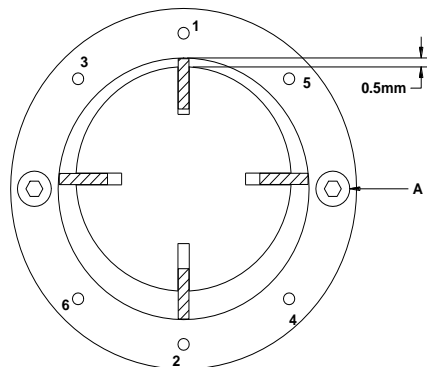

Рис.1
Раз в сезон проверяйте ротор (25) и щетки (26). Во время технического обслуживания не бросайте детали компрессора, храните их в сухом месте, так как влага и грязь могут повредить компрессор. Заменяйте изношенные ротор и щетки (если хотя бы одна щетка из четырех износилась, необходимо заменить все четыре). Соберите компрессор, учитывая, что желобки щеток должны быть направлены к центру ротора, и зазор между ротором и статорным кольцом (8) должен быть 0,5мм, как показано на рис.1.